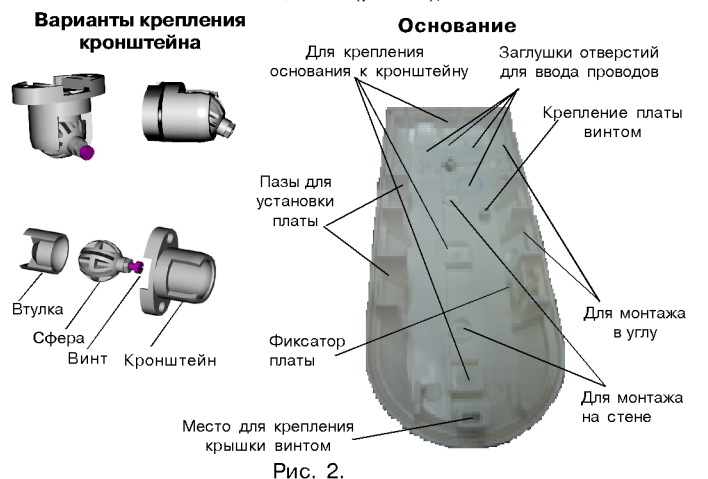

Рис. 2.
- снимите крышку извещателя, вывернув при помощи отвертки винт из основания извещателя (рис. 2);
- просверлите в основании корпуса отверстия $\varnothing 6,5$ мм (рис.2), которые будут использоваться для прокладки проводов (типа SQR CORE 4) и $\varnothing 3,5 \dots 4,5$ мм для крепления извещателя;